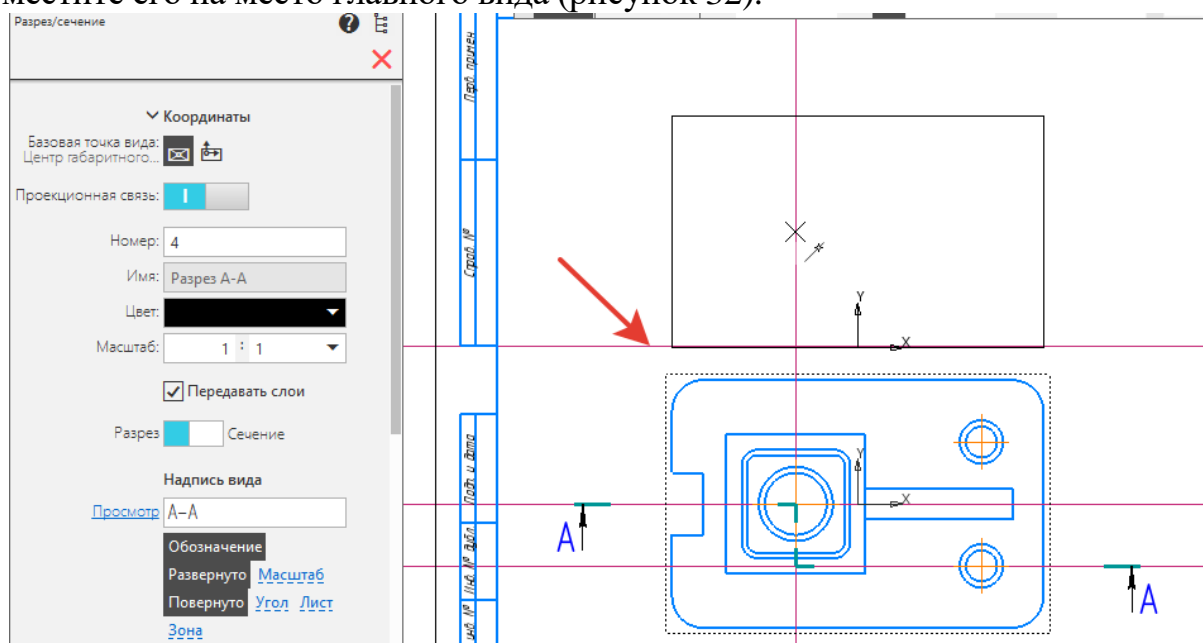

Рисунок 32.
7. После этого на экране появится фантом изображения в виде габаритного прямоугольника это и есть разрез. По линии проекционной связи поместите его на место главного вида (рисунок 32).